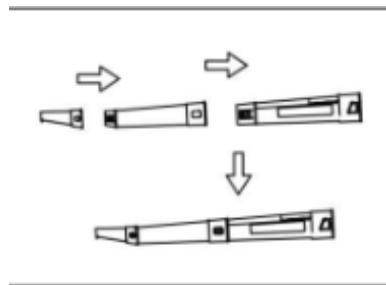

Fig.2
- Соберите трехчастную воздуходувку (5), как показано на рисунке (рис. 2). Детали можно почувствовать, как они защелкнулись на месте.